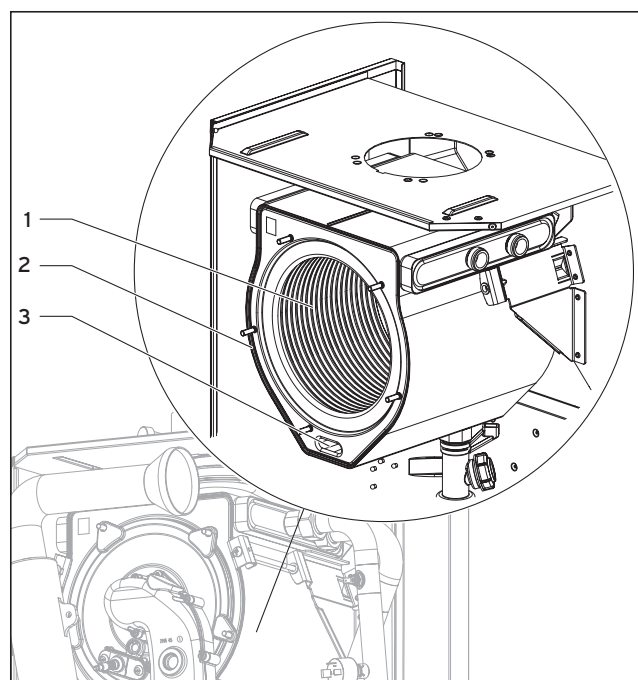

Рис. 7.6 Очистка интегрального конденсационного теплообменника
- Почистите спираль (1) интегрального конденсационного теплообменника (2) обычной уксусной эссенцией (рис. 7.6). Сполосните водой.
- Через люк (3) может быть очищен также сборник конденсата.